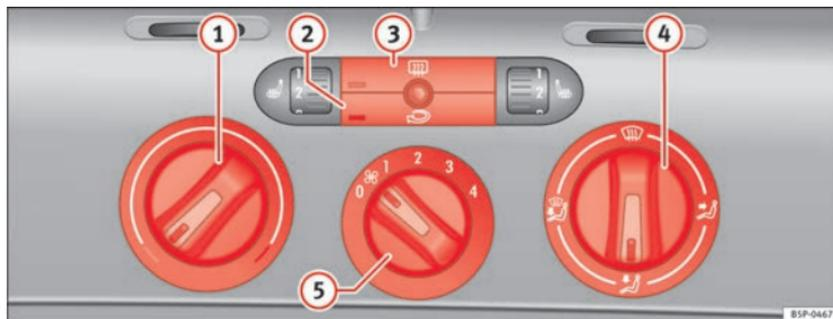

Fig. 127 Comandos do aquecimento no painel de instrumentos
- Com os reguladores ⇒ fig. 127 ① e ④ e com o interruptor ⑤ é ajustada a temperatura, a distribuição do ar e o nível do ventilador.
- Premir o respectivo botão ② ou ③, para ligar e desligar uma função. Quando a função está activa, a janela que se encontra no canto inferior esquerdo do botão ilumina-se.